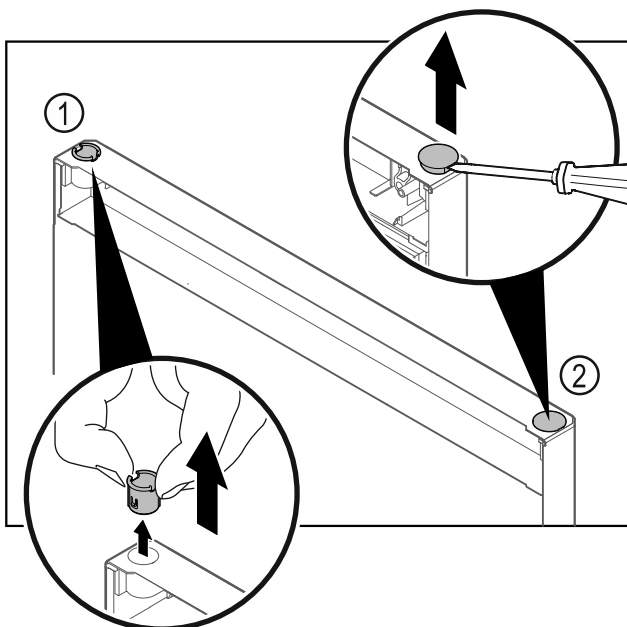

Fig. 39 Drzwi zamrażarki
- ▶ Wyjąć palcami tuleję zawiasu Fig. 39 (1).
- ▶ Zatyczkę osłonki Fig. 39 (2) ostrożnie podważyć przy pomocy śrubokręta płaskiego i wyjąć.